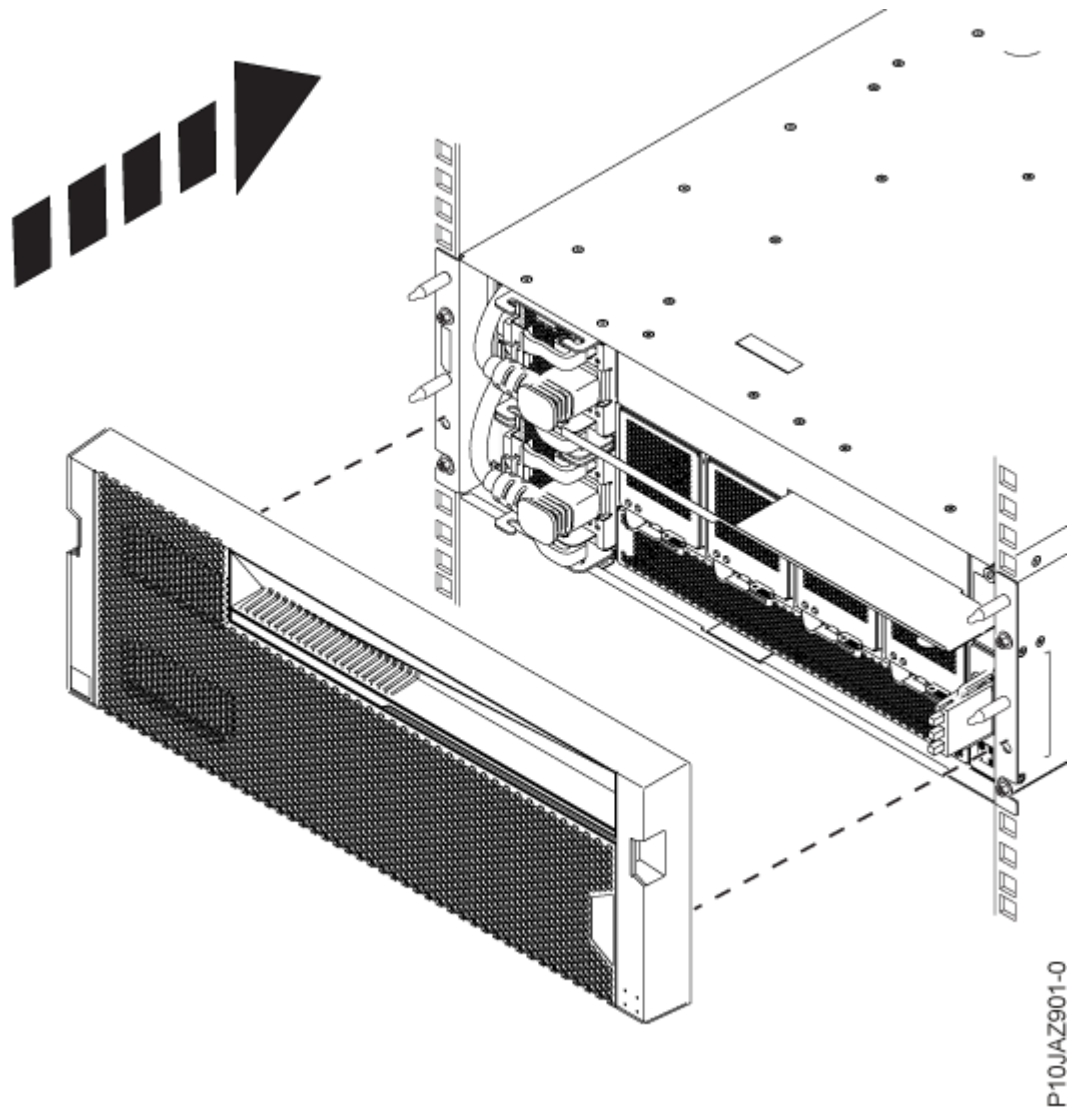

Abbildung 10. Anbringen der Abdeckung
- a) Richten Sie die Abdeckung **(A)** an den vier Stiften an der Vorderseite der Schublade **(B)** aus und drücken Sie sie in ihre Position, wie in Abbildung 10 auf Seite 15 gezeigt.